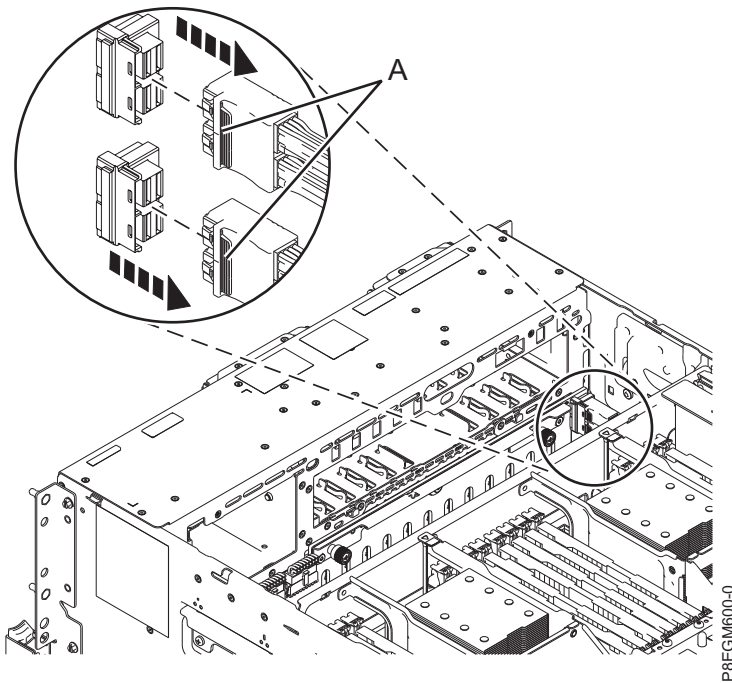

Figure 12. Débranchement des câbles SAS du fond de panier de l'unité de disque
4. Étiquetez les câbles SAS avant qu'ils ne soient connectés à la carte SAS RAID interne à retirer. Appuyez sur le taquet **(A)** et débranchez le connecteur du câble du fond de panier de l'unité de disque, comme illustré à la figure 12, à la page 16. Laissez l'autre extrémité de ce câble branchée au connecteur P1 ou P2 de la carte SAS RAID interne jusqu'à ce que vous soyez invité à le déconnecter.